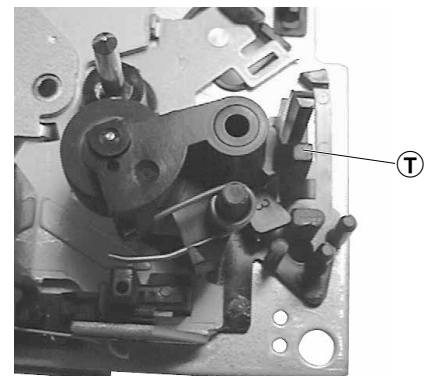

Fig. 15
- Rastnase T ausrasten und die Andruckrolle abziehen (Fig. 15).
- Disengage the locking lug T and pull out the pressure roller (Fig. 15).